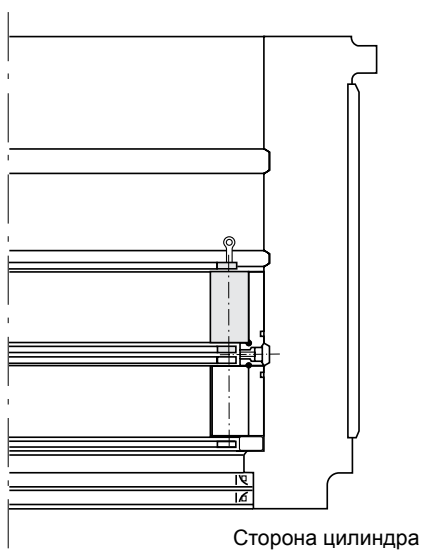

Рис. 3.22
- (7) Нанесите смазочный материал на торцевые поверхности и на поверхности качения ряда роликов В.
- (8) Установите сепаратор ряда В стороной с меткой вверх и вверните четыре специальных проушины в резьбовые отверстия сепаратора. Поднимите и установите сепаратор в наружное кольцо распорки. (**Рис. 3.22**)